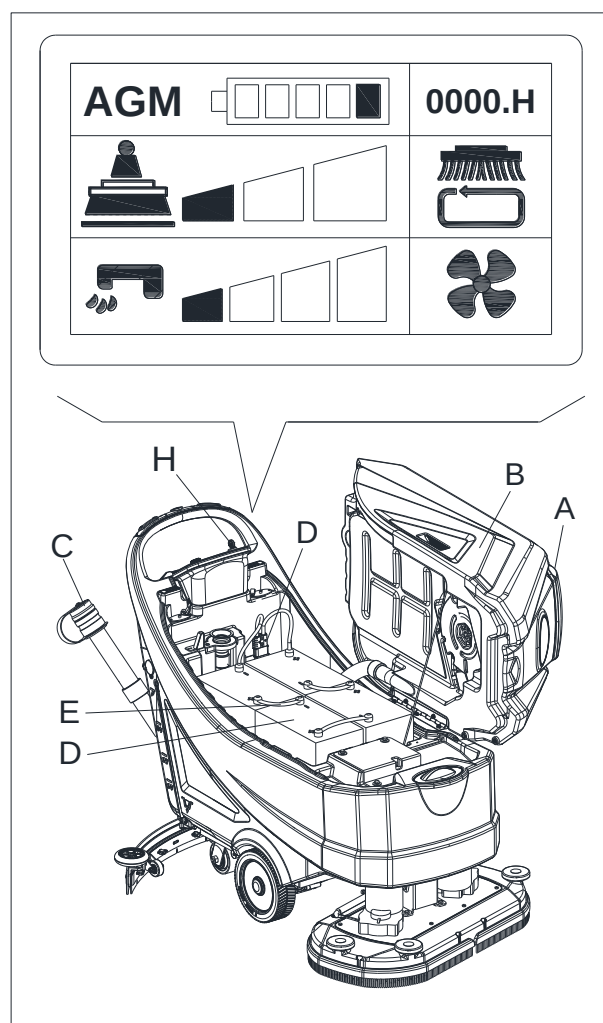

Figure 20
1. Ouvrir le couvercle (A, Figure 20) et vérifier si le réservoir d'eau de récupération (B) est vide ; sinon, le vider avec le tuyau de vidange (C).
3. Tourner la clé de contact (H) sur « 0 ».
4. Lever doucement le réservoir (B).